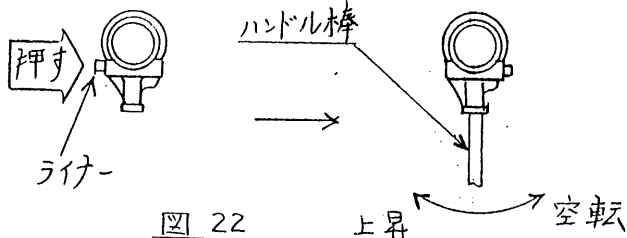

図 22
- (2) ライナーを手で左から確実に押し込み、ハンドル棒を左右に廻動操作します。(図22)